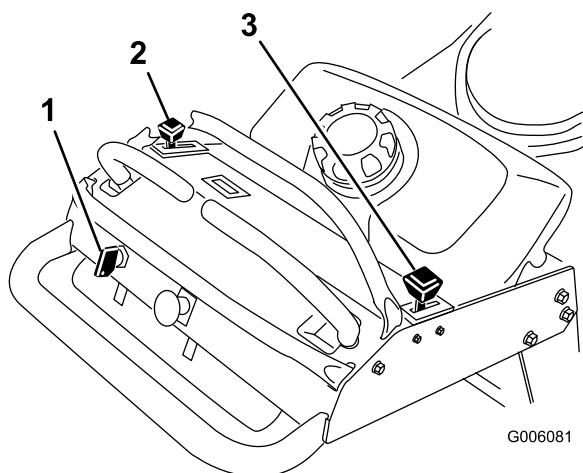

Figura 7
4. Prima di avviare il motore a freddo spostate il comando dell'acceleratore in posizione Fast e portate lo starter in posizione On (Figura 7).
2. Portate la leva dell'acceleratore in posizione Slow (Figura 7).